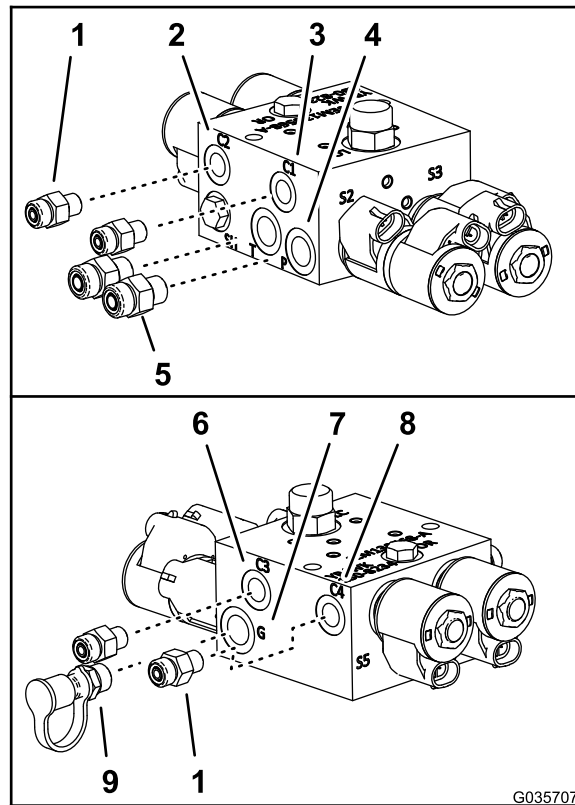

Figura 11
5. No novo coletor do cilindro de elevação, monte as uniões hidráulicas retas (Figura 11) que retirou no passo 3 na porta P e na porta T.
6. Monte as 4 uniões hidráulicas retas do kit de nivelção Ultra Sonic Boom nas portas C1, C2, C3 e C4 no novo coletor do cilindro de elevação (Figura 11).
7. Monte a união e a tampa de diagnóstico que retirou no passo 4 na porta G do novo coletor do cilindro de elevação (Figura 11).